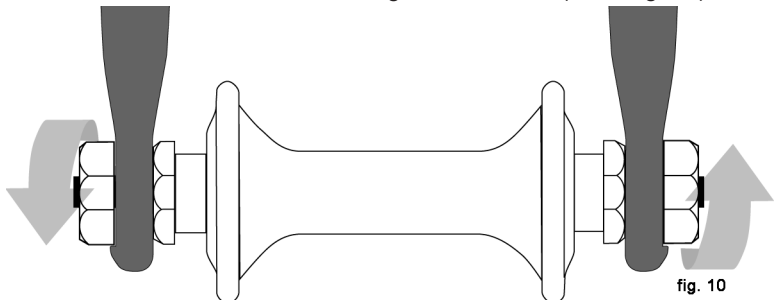

fig. 10
- Die Nabenachse weist beidseitig Gewinde auf, auf oder in die Sechskantmuttern oder Innensechskantschrauben gedreht werden (siehe fig. 10).